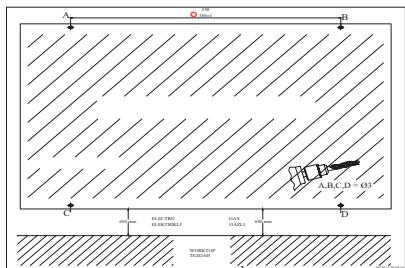

Рис. 6
- С помощью сверла А, В, С, Д с диаметром биты 4 мм просверлите отверстия, указанные на шаблоне. Рис. 6